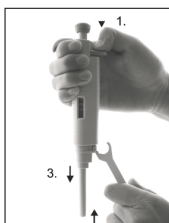

Fig.8
2. Placer la dent de la clef entre l'expulseur de pointe et le col d'expulsion de pointes (Fig. 8) afin de débloquer le mécanisme de verrouillage.